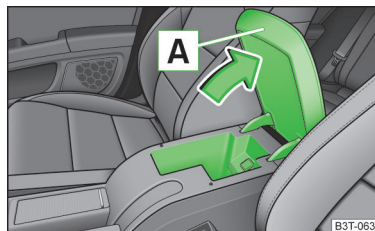

Fig. 87
- Trageți capacul cotierei de mânerul **A** în sensul săgeții și deschideți-l » fig. 87.
- Deschideți capacul până la limită, abia după aceea se poate rabata capacul în jos, în sens contrar săgeții » fig. 87.